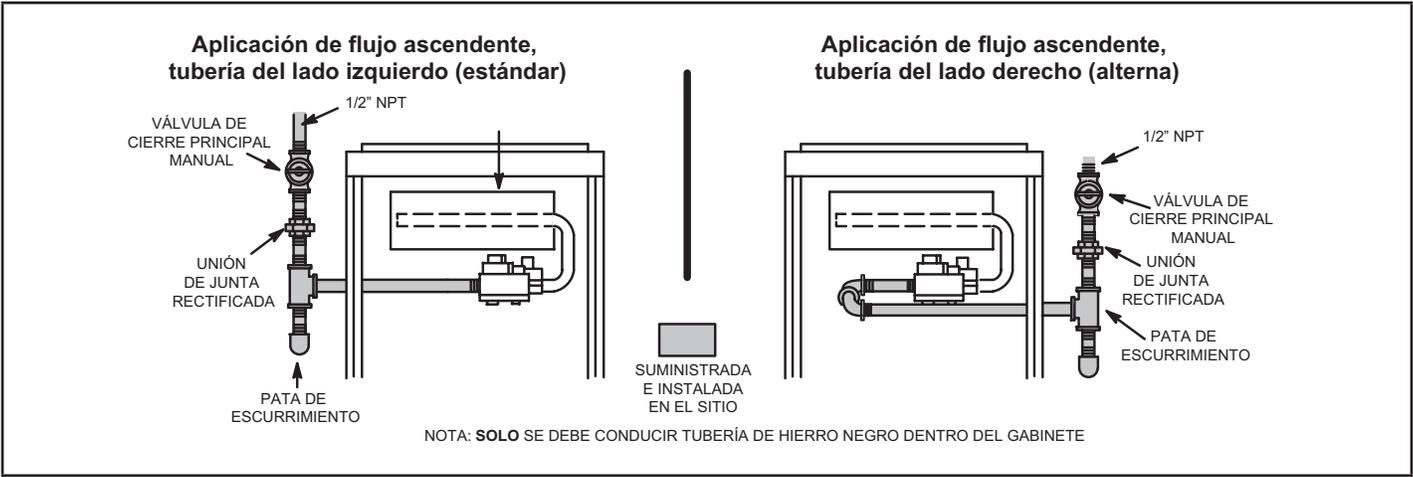
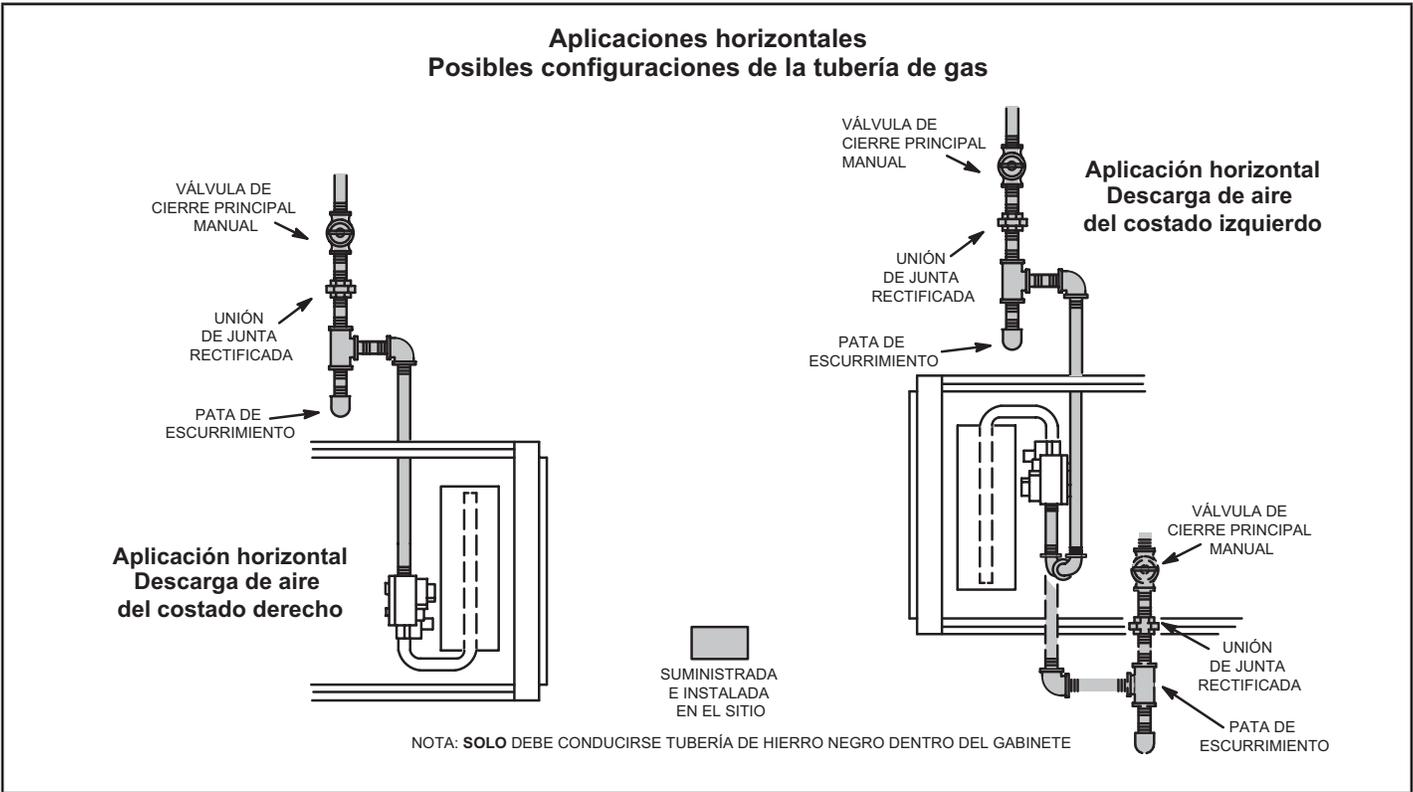

Figura 56
Figura 57
- 3 - La tubería de gas no debe tenderse a través de los conductos de aire, canaletas de ropa, chimeneas o ventilación de gas, montaplatos o el hueco del ascensor. Centre la línea de gas en el centro del agujero para tuberías. La línea de gas no debería tocar el costado de la unidad. Ver la Figura 56 y la Figura 57.